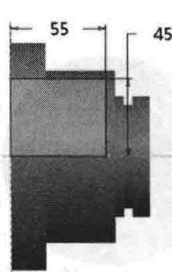

图 1-34 绘制截面
- (22) 按照相同的方法, 创建第二个切除特征, 截面尺寸为 (55mm×45mm) 如图 1-34 所示。